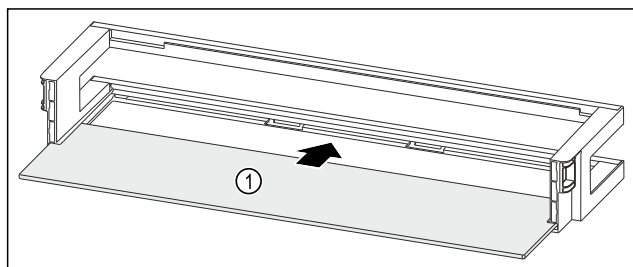

Fig. 194 Dveřní přihrádka s odkládací plochou
- Odkládací plochu Fig. 194 (1) zasuňte do bočních vybrání.